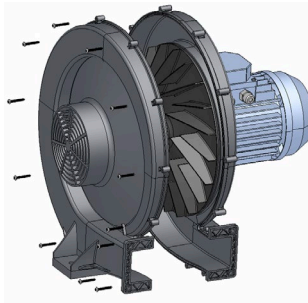

ABBILDUNG 5
3. Das saugseitige Gehäuse an der vorab montierten Einheit befestigen, hierzu 12 Schrauben KC40 X 30 (Befestigungselemente im Lieferumfang) auf ein Anzugsmoment von max. 5Nm festziehen (ABBILDUNG 5).